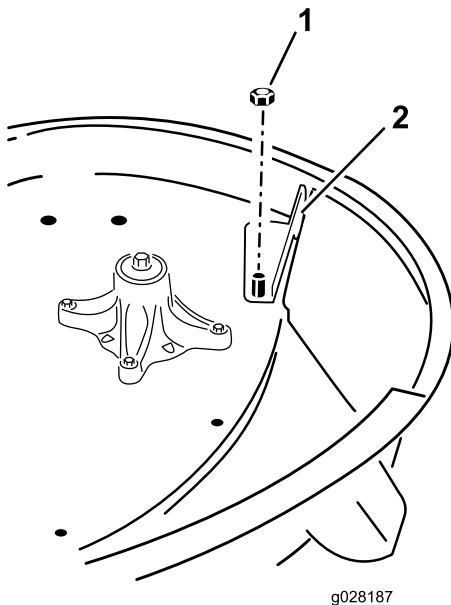

Figura 1
4. Retire la contratuerca (3/8 pulgada) que sujeta la varilla de retención del conducto de descarga al cortacésped (Figura 1).
5. Si la carcasa tiene instalado un deflector, retírelo (Figura 1). Guarde las piezas para cualquier futura reconversión a descarga lateral.